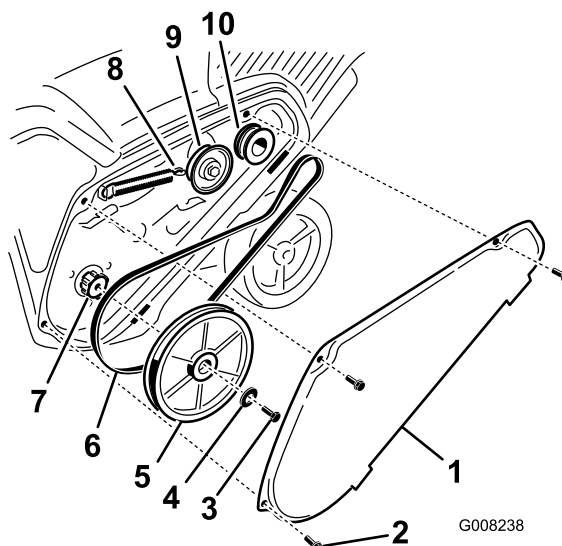

Figure 36
2. Décrochez le ressort de frein du bras de la poulie de tension pour détendre la courroie (Figure 36).
3. Enlevez la vis et la rondelle bombée qui retiennent la poulie de rotor (Figure 36).
4. Retirez la poulie de rotor et la courroie d'entraînement (Figure 36).
Remarque: Acheminez la courroie neuve autour de la poulie du moteur, puis de la poulie de tension, et enfin autour de la poulie de rotor desserrée, située juste au-dessus de l'arbre de rotor (Figure 36).
- Montez la poulie de rotor sur l'arbre de rotor (Figure 36).
- Montez la rondelle bombée et le boulon de fixation de la poulie de rotor, et serrez-les solidement (Figure 36).